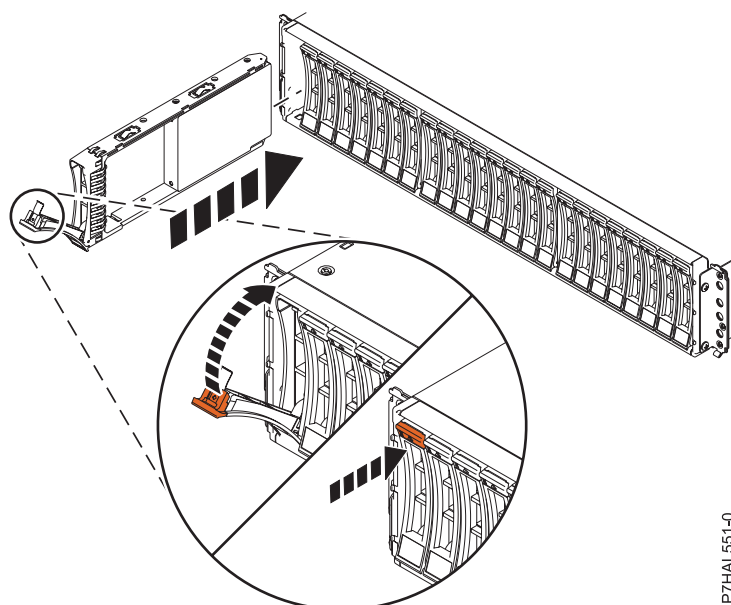

Figure 15. Installation de l'unité de disque dans le boîtier d'unité de disque 58/87
1. Avec la poignée en position déverrouillée (voir figure 15, à la page 23) maintenez l'unité par le dessous pour l'aligner avec les rails de guidage dans l'unité d'extension.